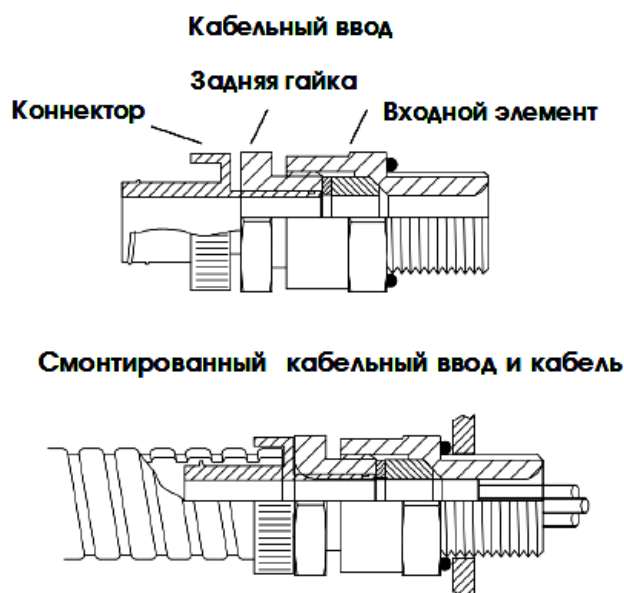

Рисунок 25 – Кабельный ввод
1) Закрепить входной элемент кабельного ввода в соответствующие отверстия в корпусе газоанализатора (см. рисунок 25). Затянуть вручную, затем закрутить с помощью гаечного ключа. Усилие затяжки кабельного ввода при монтаже 32,5 Н\*м;